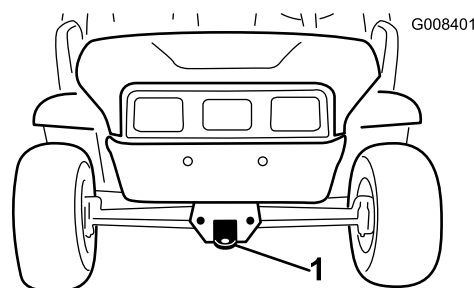
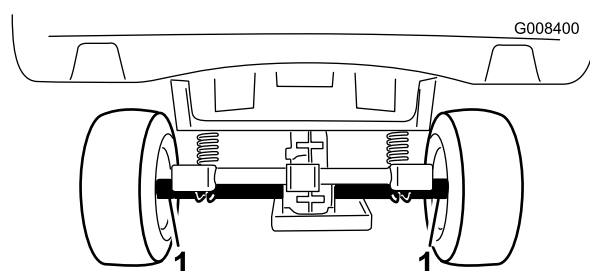

図 22
図 23
長距離を搬送する場合には、機体と同じ幅のランプ板のついたトレーラを使用してください。その場合、車体をトレーラに確実に固定して輸送してください。ロープ掛けのポイントについては図 22 と 図 23 を参照してください。
2. 機体前部にある牽引トングにロープなどの牽引索を取り付ける 図 22。